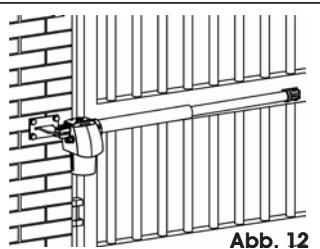

Abb. 12
**⚠ Der Antrieb G-BAT ENV ist sowohl als Rechts- als auch als Linksausführung erhältlich. Der Antrieb ist immer entsprechend den Angaben in Abb. 12 zu positionieren. Antriebe in Rechtsausführung sind Antriebe, die sich auf der rechten Seite des Flügels (oder am rechten Flügel bei Einbau mit zwei Motoren) befinden, wenn das Tor von der Seite betrachtet wird, an der der Antrieb montiert wird. Entsprechend gilt der Motor, der sich links (oder am linken Flügel) befindet, als Linksausführung.**